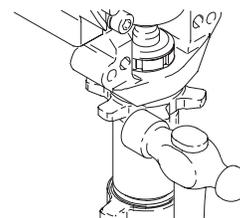

Fig. 13
4. Fig. 13. Desserrer l'écrou en tapant avec un marteau de 227 g (maximum). Dévisser la pompe.